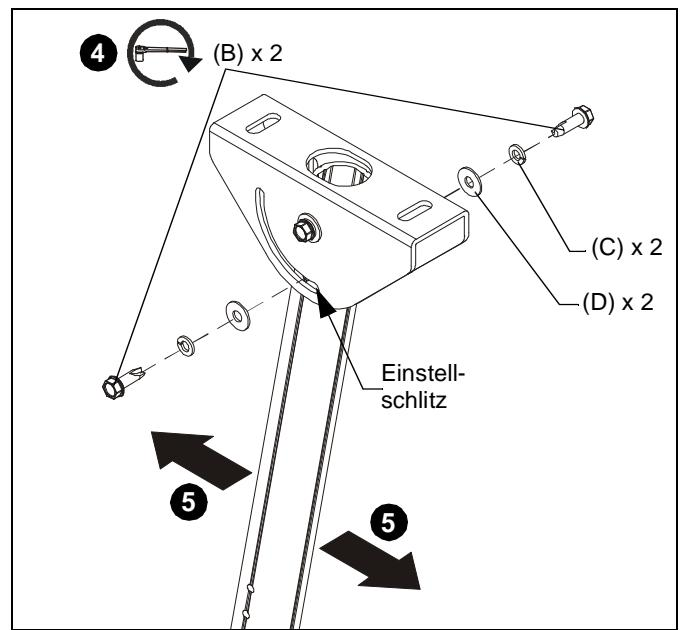

Abb. 4
- Fahren Sie mit der Befestigung der Ausziehsäule am CPA395 fort, indem Sie zwei selbstschneidende 5/16-18 x 1"-Sechskantschrauben (B) mit zwei 5/16"-Federscheiben (C) und zwei 5/16"-Unterlegscheiben (D) durch die Einstellschlitzte im CPA395 locker in die jeweils dritten Löcher der Ausziehsäule schrauben. (Siehe Abb. 4)
- Bringen Sie die Ausziehsäule in den gewünschten Winkel. (Siehe Abb. 4)